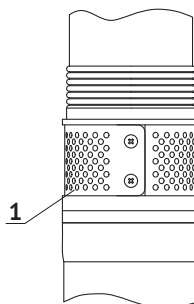

Рис. 2
1. Открутив винты, снимите с проточной части фильтрующую решетку (1), затем защитную кабельную планку (2) (рис. 2, 3);
2. Демонтируйте пружинные шайбы и гайки (3) с крепежных шпилек электродвигателя (4);
4. Состыкуйте вал двигателя с адаптером проточной части (5) при помощи шпилек таким образом, чтобы электрокабель разместился в специальном пазу. Убедитесь в том, что соединение выполнено без перекосов по вертикальной оси;
6. Ровно уложите электрокабель вдоль корпуса проточной части, расположите поверх него защитную планку (2) и закрепите ее хомутами (6);